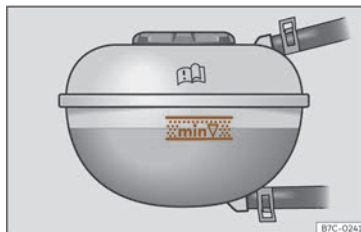

Abb. 201 Im Frontraum: Markierung am Kühlmittel ausgleichsbehälter.
- Überprüfen Sie den Kühlmittelstand an den seitlichen Markierungen des Ausgleichsbehälters bei kaltem Elektroantrieb >>> (Abb. 201). Der Kühlmittelstand muss zwischen den Markierungen liegen.
- Der Kühlmittelstand muss sich zwischen den Markierungen des Ausgleichsbehälters befinden >>> **(Abb. 201)**. **Nicht über die Oberkante des markierten Bereichs auffüllen** >>> .
- Wenn im Notfall kein Motorkühlmittel mit den vorgeschriebenen Spezifikationen verfügbar ist, darf kein beliebiges anderes Kühlmittel verwendet werden. In diesem Fall ist ausschließlich **destilliertes Wasser** aufzufüllen >>> ①. Sorgen Sie anschließend dafür, dass schnellstmöglich der vorgeschriebene Kühlmittelzusatz im richtigen Verhältnis aufgefüllt wird >>> S. 343.
- Das Kühlmittel darf beim Auffüllen die Oberkante des markierten Bereichs nicht überschreiten >>> **(Abb. 201)**. Andernfalls